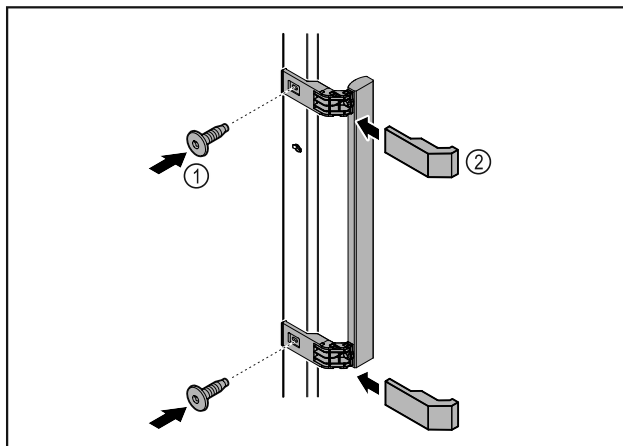

Fig. 51
- Montera handtaget från tillbehörspaketet på dörren med de skruvar Fig. 51 (1) som medföljer.
- Sätt på skyddet Fig. 51 (2).